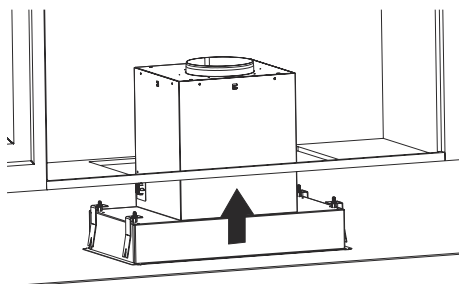

Fig. 18
4. ➔ Fäst nu fläkten med de 4x4x40mm skruvarna på punkterna A, B, C & D (Fig. 18).